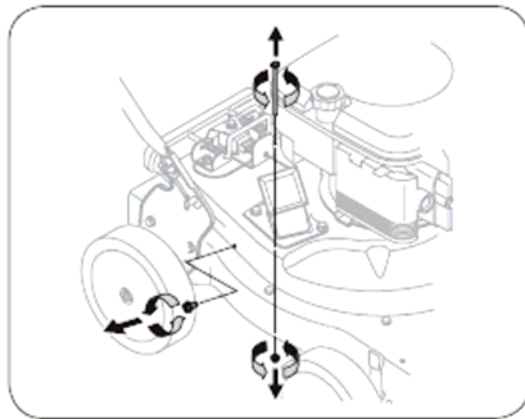

Figure 20
5. Выньте винты, расположенные с правой стороны машины, которые крепят измельчительный экран (смотри рисунок 20).
6. Снимите винт с шестигранной головкой, расположенный на верхней задней части корпуса, около монтажного кронштейна, а также стопорную гайку, крепящую измельчительный экран (смотри рисунок 20).